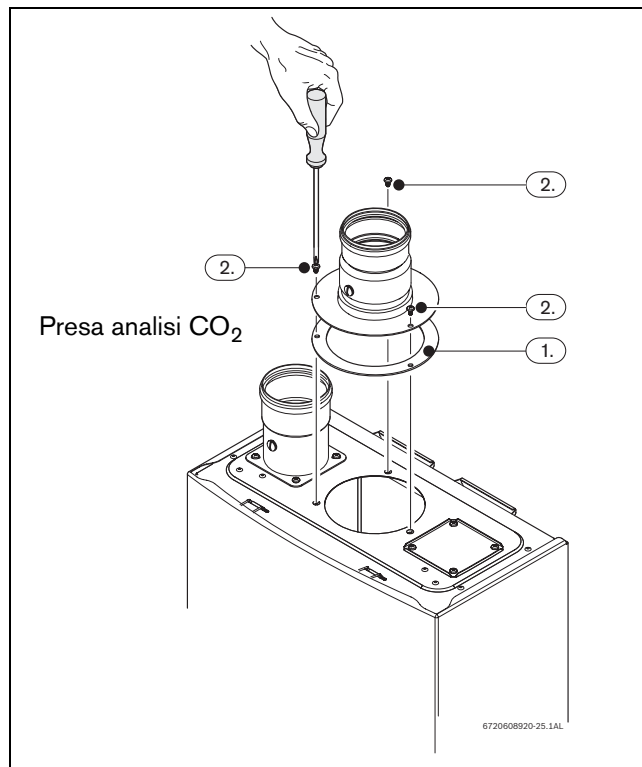

Fig. 28
- ▶ Collocare la guarnizione tra l'apparecchio e l'accessorio base, Fig. 28, pos. 1.
- ▶ Serrare le 3 viti dell'accessorio base, Fig. 28, pos. 2.